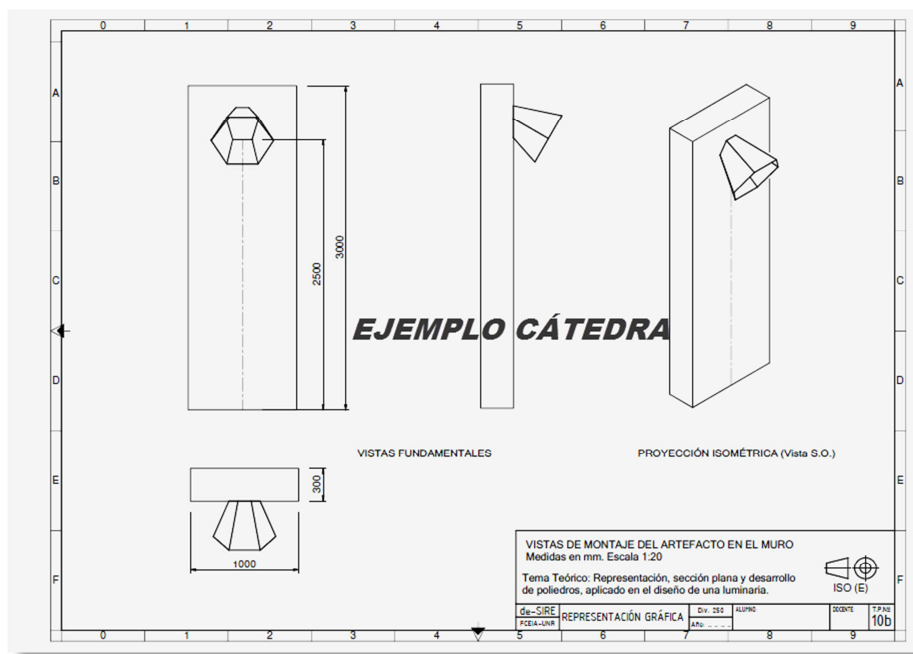

Figura 4. Ejemplo presentación Lámina 10-b.
- a) Posiblemente convenga copiar el modelado 3D del montaje y generar un nuevo archivo dwg con estos elementos solamente. Hacer las vistas automáticas fundamentales, y una proyección isométrica SO. Ver la Figura 4. La superficie piramidal no responderá a las vistas automáticas en proyección (Soldraw) ya que no es un sólido. La visibilidad de la pirámide se puede analizar en cada ventana con la orden (*Menú Ver / Estilos Visuales / Líneas ocultas*). En este caso no se representarán las aristas ocultas.
b) Adaptar el rótulo como muestra la Figura 4.